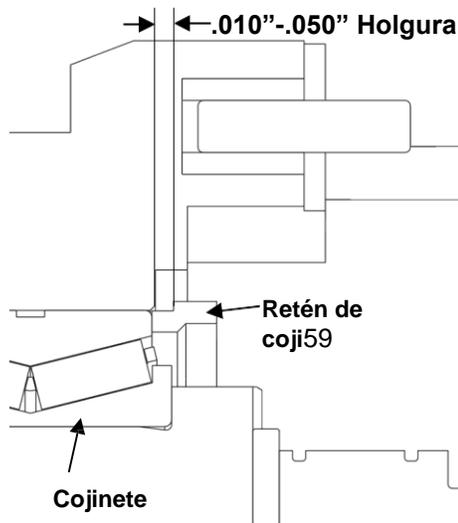
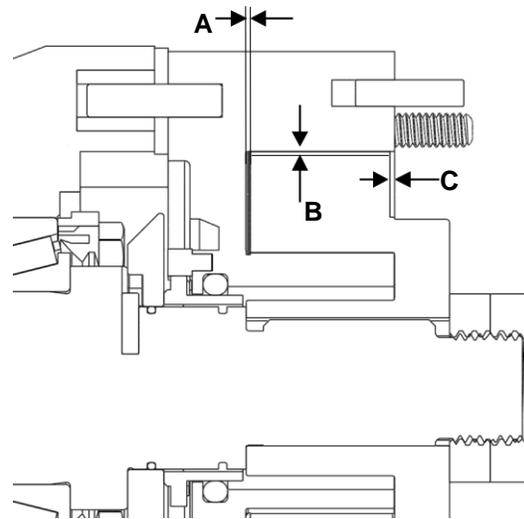

Figura 40: Holgura de retén de cojinete
Figura 41: Holguras importantes
5) Una vez que los ejes se presionen en la caja de engranes, instale los retenes de los cojinetes para mantener los ejes en su lugar temporalmente (no instale sellador líquido). Asegúrese de que haya una holgura adecuada entre el retén y la caja de engranes, como se ve en la Figura 40. Coloque el cuerpo en la caja de engranes, asegurándose de que esté bien asentada. Ensamble los rotores en el cuerpo y apriételes con las contratuercas. Mida las dimensiones A, B y C que se ven en la Figura 41 y consulte la Tabla 8 (página 28) para verificar las holguras. Si las holguras no son correctas, los ejes deben retirarse y las calzas deben ajustarse. Si las holguras son correctas, retire los rotores y el cuerpo.